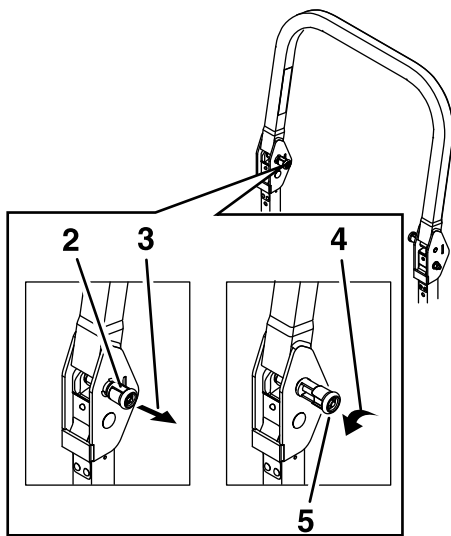

Figura 10
2. Tire de ambos pomos hacia fuera y gírelos 90 grados para desengranarlos (Figura 10).
3. Baje la barra antivuelco (Figura 10).